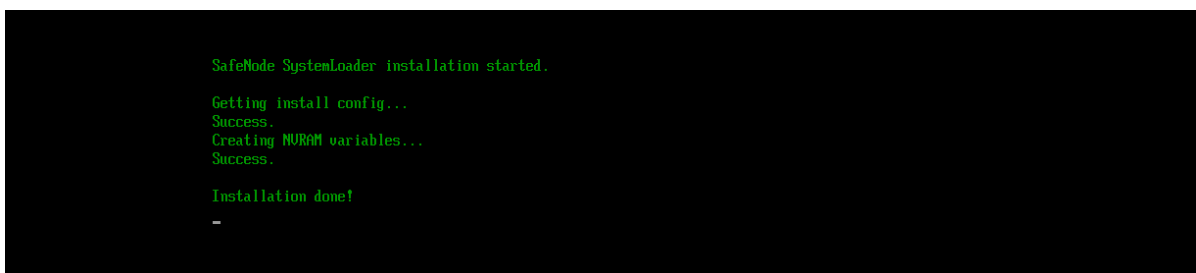

Рисунок 3.7 – Информационное сообщение
3.3.1 Если первый этап установки прошел корректно и при этом не возникло сбоев в процессе перезагрузки будет выведено сообщение (рисунок 3.7).